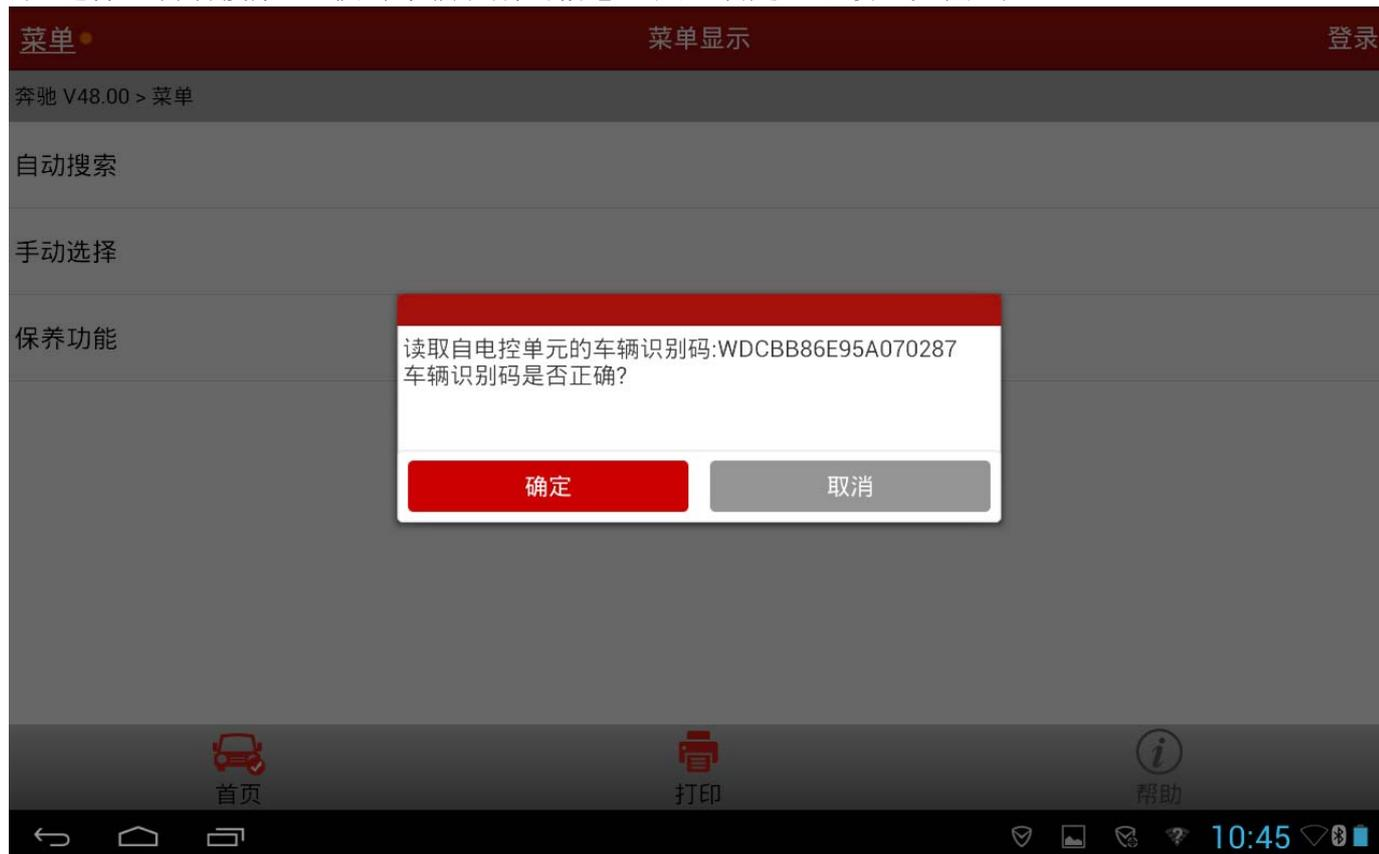

图 2
2). 选择“自动搜索”，核对车辆识别码信息，点“确定”继续，如图 2；